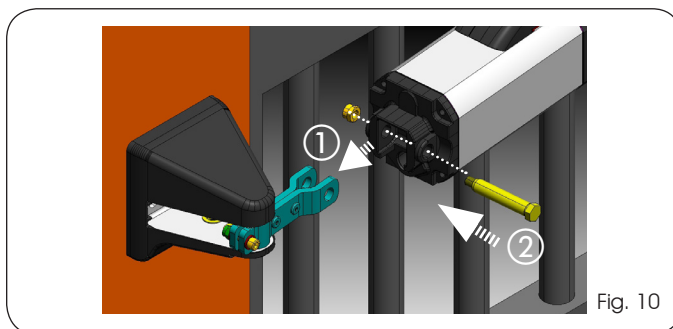

Fig. 10
5. Ensamble el operador a la abrazadera trasera utilizando el perno y la tuerca suministrados. (Fig. 10 ref. ① - ②).